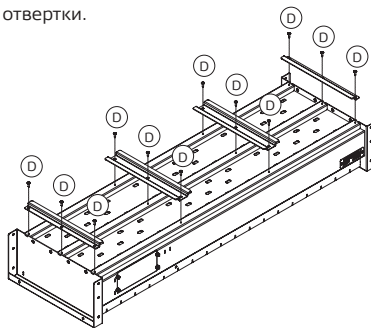

Рис. 2.
Установить опоры зольника (поз. 4) по очереди, как показано на рис. 2, и закрепить саморезами (D), в заранее подготовленное отверстие, с помощью отвертки.